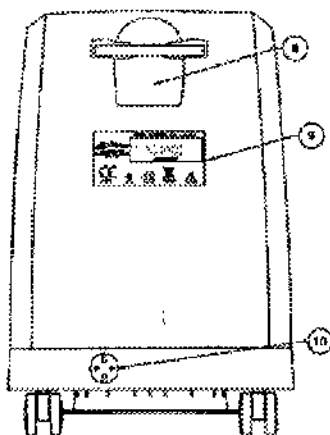

Figura I.2
I. 2. Panel posterior (figura I. 2)